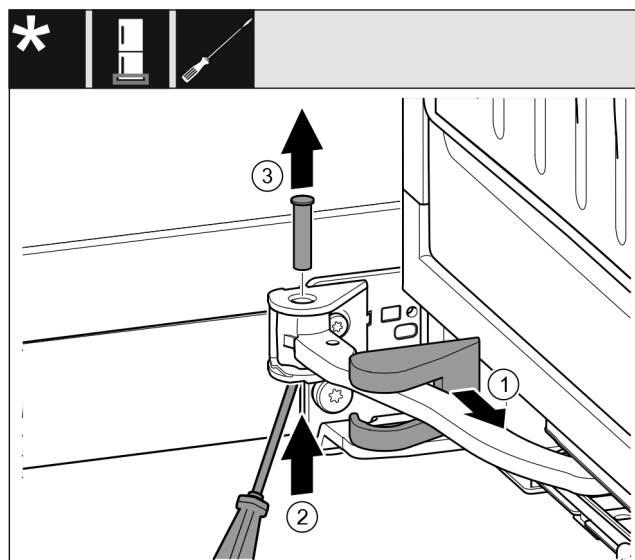

Fig. 17
- Stáhněte kryt stojanu ložiska Fig. 17 (1) a posuňte podél kloubu.
- Čep Fig. 17 (2) zespodu nadzvedněte šroubovákem.
- Čep Fig. 17 (3) vytáhněte shora.